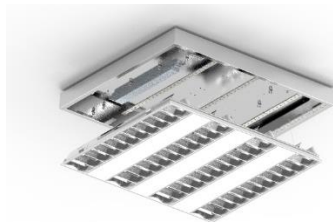

Fig.1
2. Rimuovere l'ottica spostando il pannello frontale verso l'esterno (fig.1).
2. Remove the optics moving the front panel to the outside (fig.1).